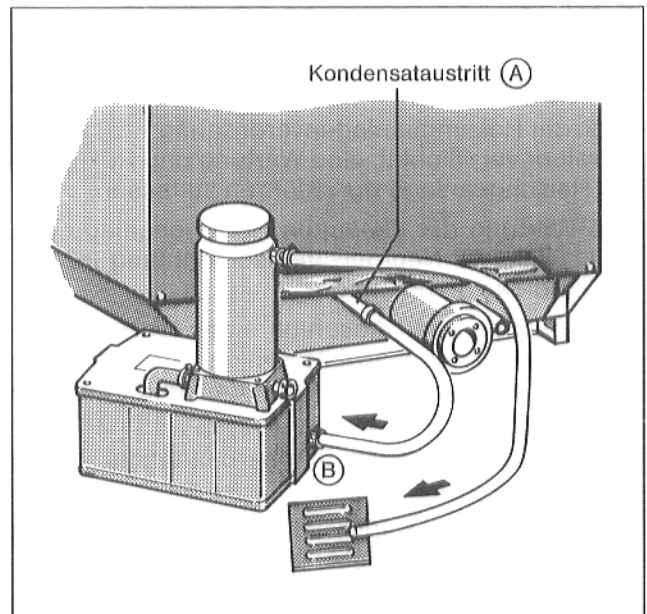

Abb. 28
- b) ein geringer Schlupf verbleibt, damit der Schlauch bei Abkühlung und Erwärmung arbeiten kann (Abb. 28).